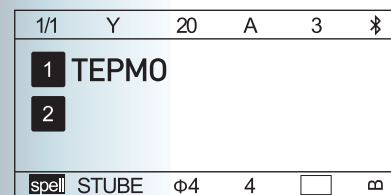

Рисунок 4.3-5
5) Нажмите **[Enter]**, после чего для ввода будет доступна новая строка, она отобразится на дисплее (Рис. 4.3-5)